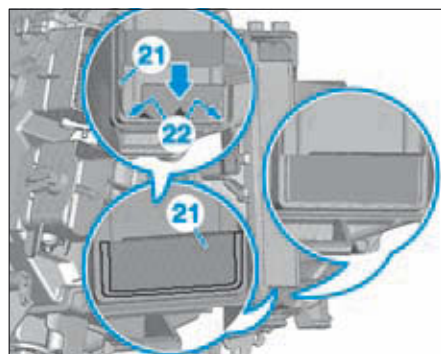

FIG. 21
- Nettoyer et sécher la rainure sur le bloc de climatisation (22) avant la mise en place de la cloison (21) (Fig.21).
- Remplir la rainure (22) avec du mastic.
- Mettre en place la cloison (21).
- S'assurer de l'étanchéité de la cloison (21).
- Retirer éventuellement, le mastic excédant de la rainure (22).